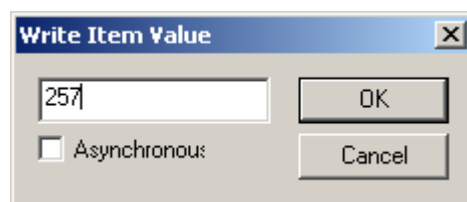

Рис. 6 Запись значения в тег
8. Таблица 2) с помощью пункта меню **OPC/Write value toItem...**, как показано на Рис. 6. Если действие будет выполнено успешно, то значение тега «Действие» будет содержать код этого действия, иначе нулевое значение. Значение тега «Состояние» изменится в зависимости от выполненного действия (см. Таблица 1).